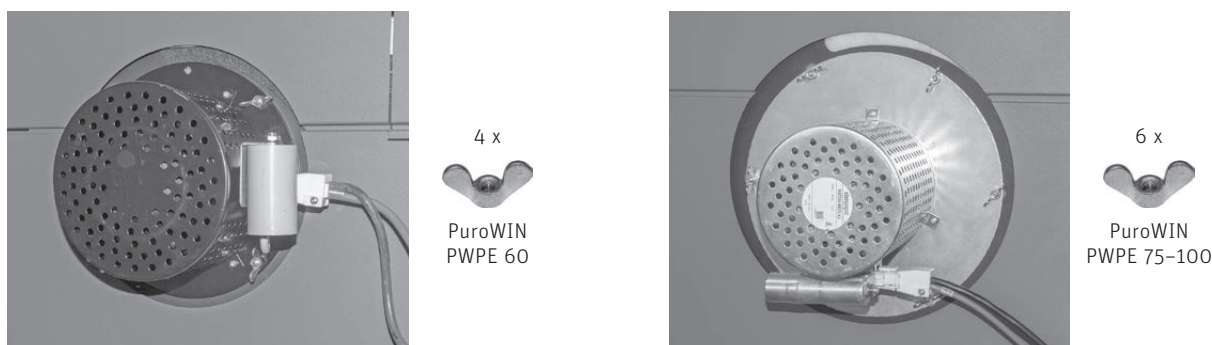

Fig. 99 Montare il ventilatore gas combusti e inserire la spina
- ▶ Montare il ventilatore gas combusti con i 4 o 6 dadi ad alette e inserire la spina del ventilatore – Fig. 99.